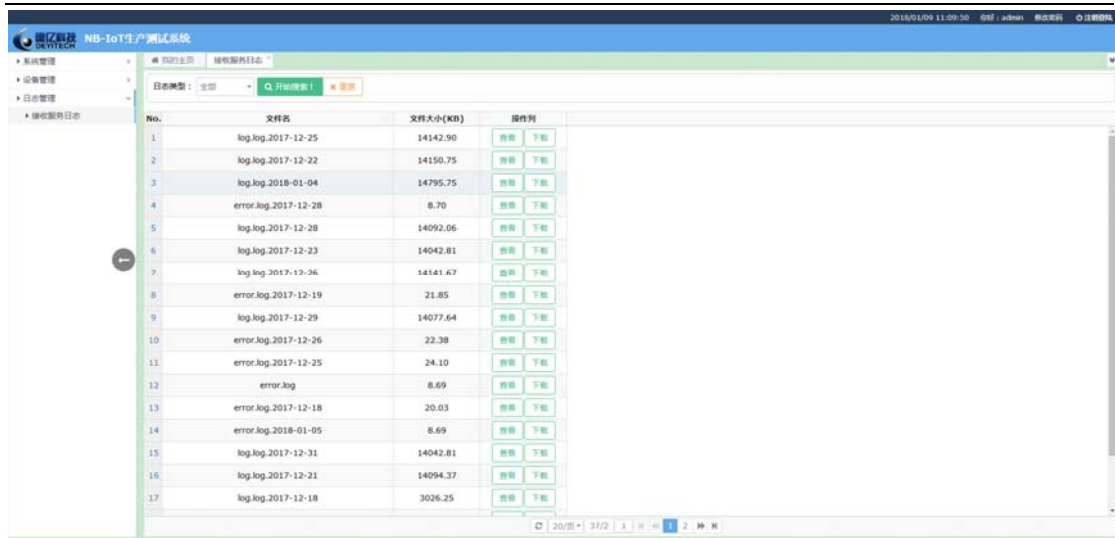

图 1-16 日志菜单栏
1、单击【日志管理】，展开接收服务日志菜单栏，选择接收服务日志菜单栏，其中页面的主体部分是日志文件信息，可见【文件名】、【文件大小】、【操作列】这三个参数信息，其中【操作列】里面是对日志文件的操作，如图 1-16 所示。